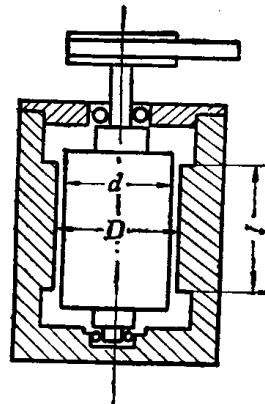

图1-2 粘度测量装置
**例题 1-2** 图1-2是一种粘度测量装置的示意图，腔内注满被测油液， $d=20$ 厘米， $D=20.1$ 厘米， $l=40$ 厘米，主轴转速 $n=120$ 转/分，测得转矩 $M=0.386$ 公斤力·米，试计算这种油液的动力粘度 $\mu$ 。